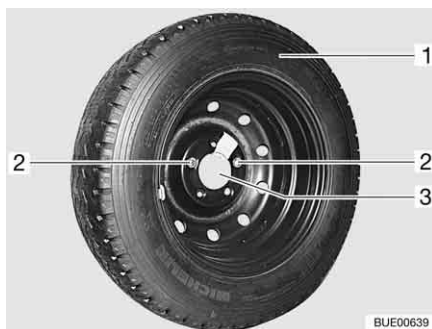

Bild 280 Reservhjulshållare i det bakre lastutrymmet
- Skruva ut och ta bort de båda fästskruvarna (Bild 280,2) med fordonsverktyget.
- Ta av reservhjulet (Bild 280,1) från hållaren (Bild 280,3).